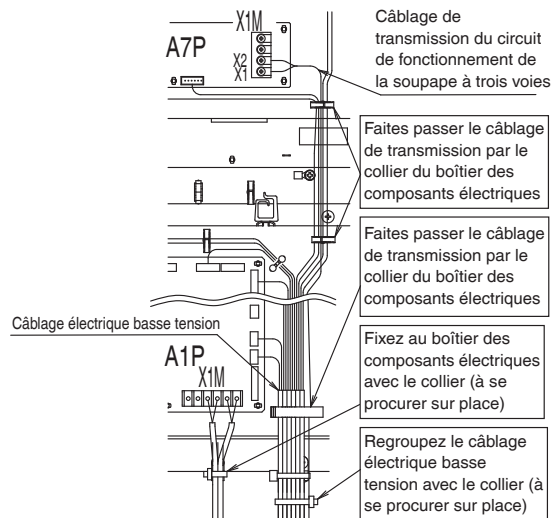
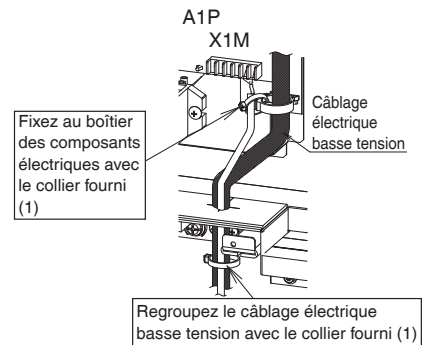

Fig. 21 Fixez le câblage de transmission (unité en cascade)
Fig. 22 Fixez le câblage de transmission (unité de source de chaleur)
- Dans le boîtier des composants électriques, fixez le câblage de transmission au boîtier des composants électriques à l'aide des colliers comme sur la Fig. 21 et la Fig. 22. Utilisez les colliers fournis pour l'unité de source de chaleur et préparez séparément les colliers pour l'unité en cascade.